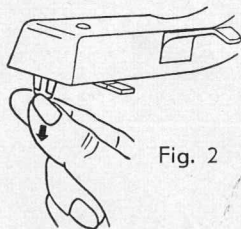

Fig. 2
- 1.2 Quitar la caperuza de protección de las agujas del brazo fonocaptor, tirando de ella hacia abajo (Fig. 2).
- 1.2 Nadelschutzkappe vom Tonarm nach unten abziehen (Fig. 2).
- 1.2 Pull the protective cap of the needle downwards off the tone arm (Fig. 2).
- 1.2 Exercer une traction vers le bas pour enlever, du bras de pick-up, la coiffe protectrice de l'aiguille (Fig. 2).